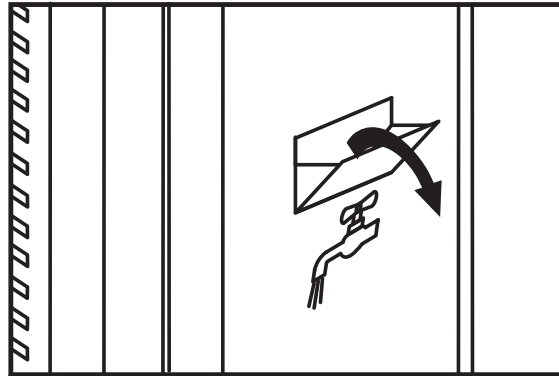

Fig. 2
- 4.1.1. Open the tank door (Fig. 2).